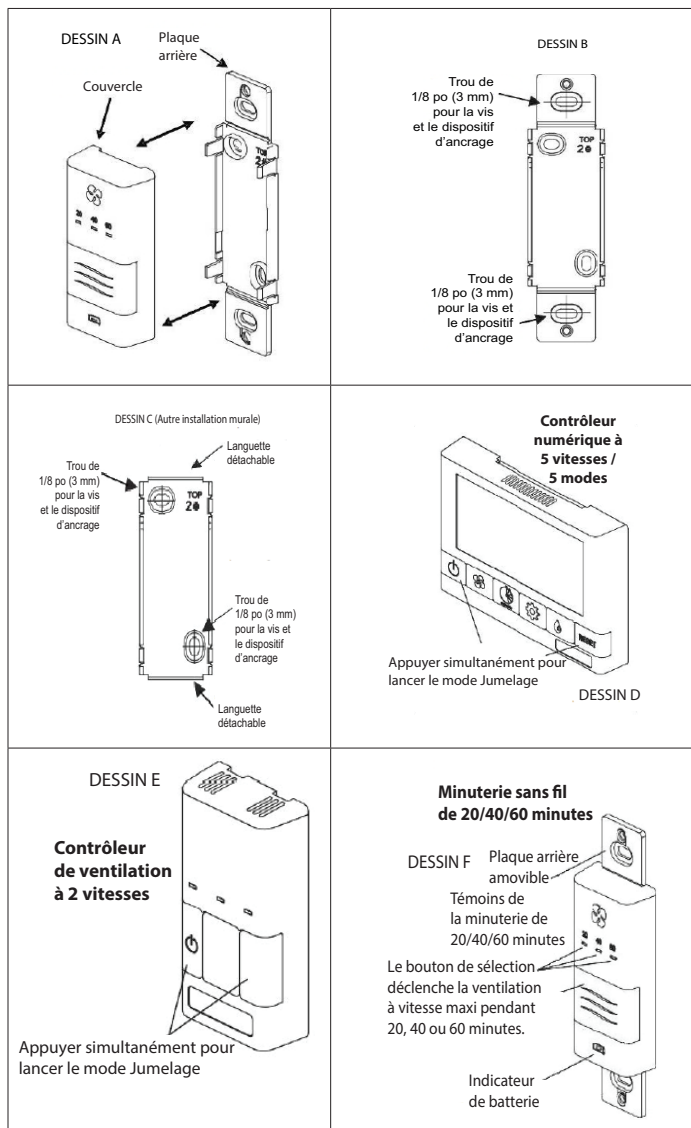

Figure 34. Installation de la minuterie sans fil
2. **Couplage de la minuterie sans fil de 20/40/60 minutes avec le contrôleur numérique à 5 vitesses / 5 modes :** Appuyez simultanément sur les boutons droit et gauche du contrôleur principal mural  et sur le bouton RESET. L'écran s'éteint et l'icône sans fil  clignote dans le coin inférieur droit de l'affichage. Ceci indique que le contrôleur principal est maintenant en mode de couplage (Figure 34, Dessin D).
3. **Couplage de la minuterie sans fil de 20/40/60 minutes avec le contrôleur mural Déshumidistat/Ventilation :** Appuyez simultanément sur les boutons droit et gauche du contrôleur principal mural  et sur  ou  en fonction du contrôleur principal). Les trois DEL de la rangée inférieure commencent à clignoter. Ceci indique que le contrôleur principal est maintenant en mode de couplage (Figure 34, Dessin E).
1. Séparez le couvercle de la plaque arrière en écartant fermement (Figure 34, Dessin A).
2. Pour monter le contrôleur sans plaque décorative, cassez les languettes supérieure et inférieure et reportez-vous à la Figure 34, Dessin C, pour le montage.
3. Placez la plaque arrière du contrôleur à l'endroit souhaité sur le mur et marquez avec un crayon l'emplacement des trous supérieur et inférieur pour les vis de fixation (Figure 34, Dessin B ou C). Percez deux trous de 1/8 po (3 mm).
4. Fixez la plaque arrière sur le mur avec les deux vis et dispositifs d'ancrage fournis. 5. Remontez le couvercle sur la plaque arrière (Figure 34, Dessin A)